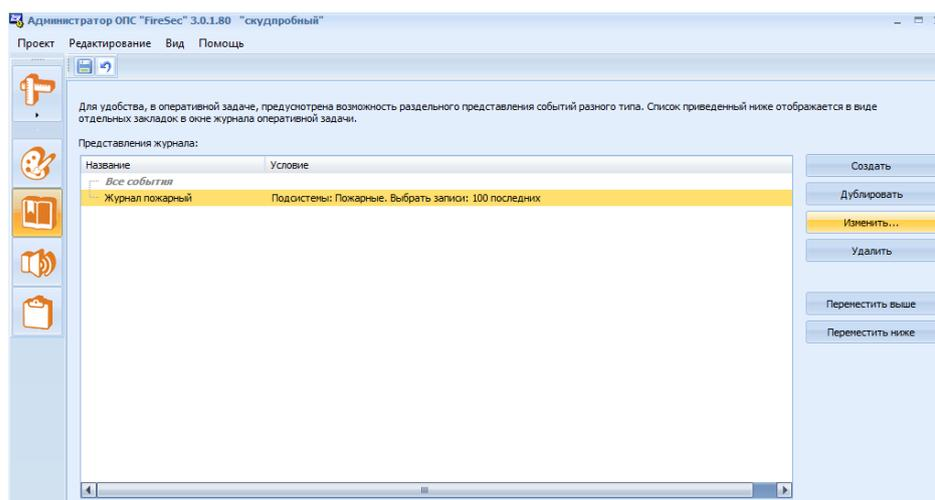

Рис. 3 Окно вкладки Журналы, список настроенных журналов
- 4) После создания журнала, необходимо нажать кнопку **Применить**, иначе созданный журнал не сохранится и не будет отображаться в Оперативной задаче (Рис. 3).
Для просмотра готового отчета необходимо выделить этот отчет в списке и нажать кнопку **Просмотр** (Рис. 2). Ниже располагаются примеры основных отчетов, которые можно открыть из окна вкладки (Рис. 3). Дизайнер отчетов **FastReport** подробно описан в отдельном руководстве пользователя. См. **Руководство пользователя FastReport Version 4.15**.